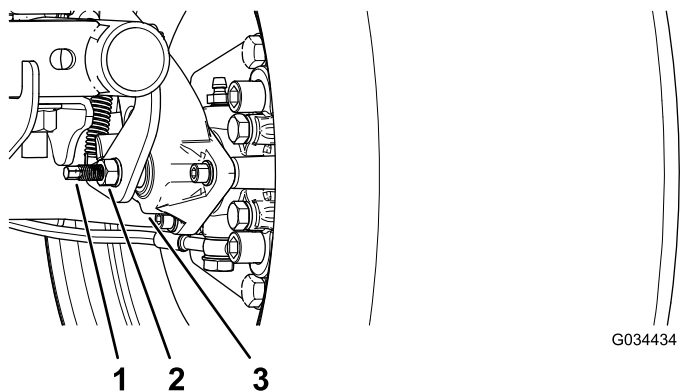

Figura 65
3. Usando 2 llaves, sujete el espárrago de ajuste de la pinza con una llave y afloje la contratuerca ¼ de vuelta con la otra llave (Figura 65).
4. Sujetando el espárrago de ajuste y la contratuerca para que no se muevan, gire el espárrago de ajuste hacia dentro para apretarlo (Figura 65).
5. Sujetando el espárrago de ajuste y la contratuerca para que no se muevan, afloje el espárrago $\frac{1}{4}$ de vuelta (Figura 65).
6. Sujetando el espárrago de ajuste y la contratuerca para que no se muevan, apriete la contratuerca (Figura 65).